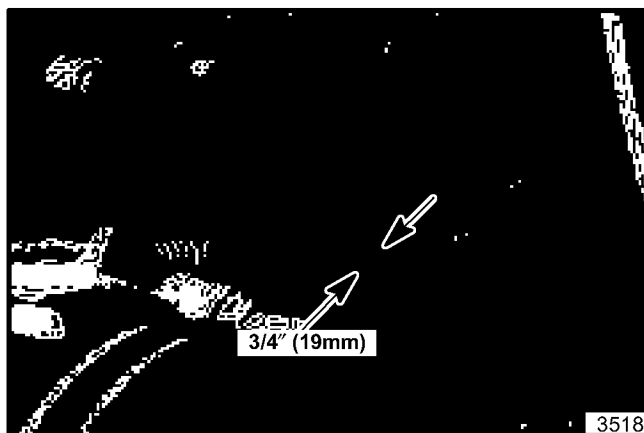

Abbildung 20. Spindelriemenabstand
8. Die Antriebskupplung der Spindel einrücken. Den Abstand zwischen den Antriebsriemen und der vorderen Kante der Riemenspanneranschlags messen (siehe Abbildung 20). Der Abstand muß 19 mm (3/4 Zoll) sein. Bei Bedarf den Motor repositionieren, um das korrekte Maß zu erhalten.